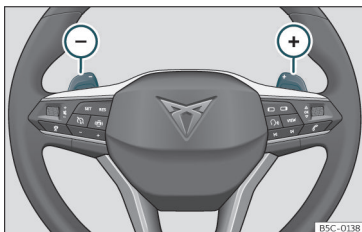

Fig. 138 Volante: leve per il cambio automatico.
- Premere la leva a bilanciere del cambio  per inserire una marcia superiore >>> fig. 138.